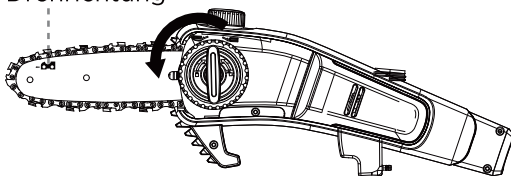

Abb. 3
1. Stellen Sie die Stangensäge mit der Kettenabdeckung nach oben auf eine geeignete ebene Fläche. Entfernen Sie die Kettenabdeckung, indem Sie den Verriegelungsknauf der Kettenabdeckung gegen den Uhrzeigersinn drehen. (Abb. 3)